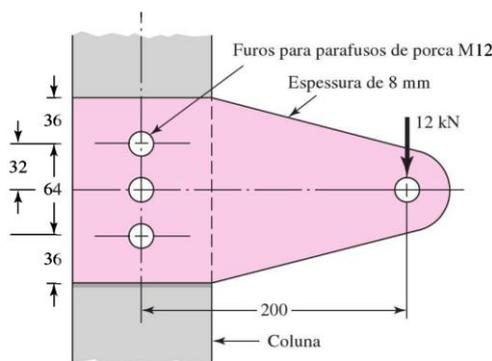

Figura 1.4
1.3.1 Considere a placa de aço da Figura 1.4. A placa encontra-se encastrada no pilar por meio de 3 parafusos M12x1.75 e está sujeita a uma carga exterior de 12 kN, determine.